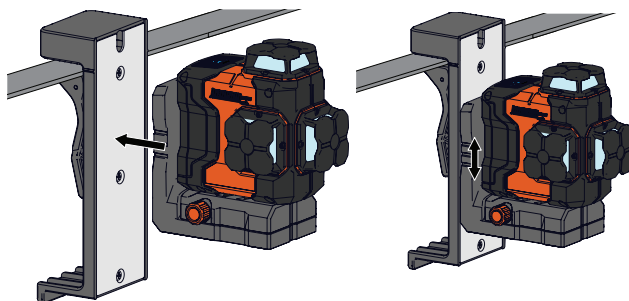

Figura 12
3. Para instalar la unidad en el montaje en riel, coloque los imanes de la unidad en la placa de metal. Deslice la unidad hacia arriba o hacia abajo para ajustar su posición. (Figura 12)